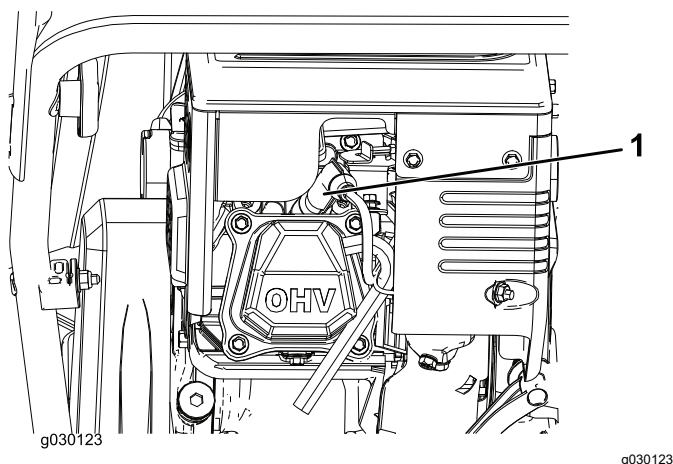

Figure 19
faire monter le niveau jusqu'au repère maximum sur la jauge (Figure 19). Ne remplissez pas excessivement.
1. Enlevez le capuchon (Figure 19).